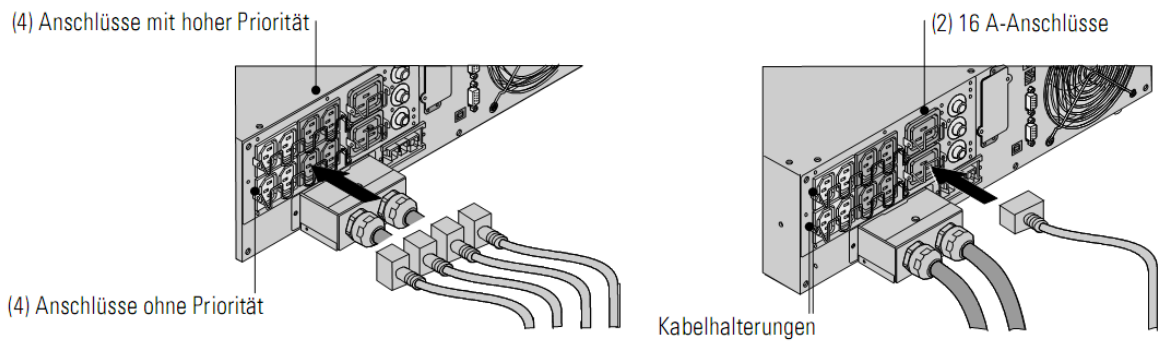

Abbildung 23. Verbinden der Netzkabel (EU Gerätetypen)
8. Schließen Sie die zu schützenden Geräte an die entsprechenden USV-Ausgänge an und verwenden Sie dafür die mitgelieferten Kabel (siehe Seite 35 für weitere Informationen zu Lastsegmenten). Siehe Abbildung 23.